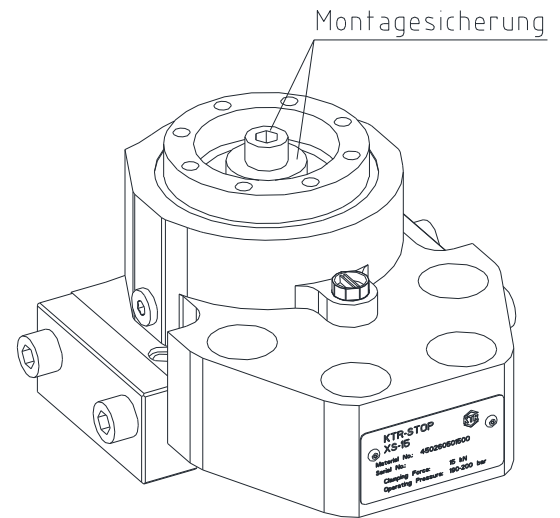

Bild 11: Montagesicherung
- Entfernen Sie beidseitig die Schraube mit Scheibe (Montagesicherung, siehe Bild 11) aus dem Bremskolben (Bauteil 1.5).
- Schrauben Sie beidseitig die Schraube mit Scheibe (Montagesicherung, siehe Bild 11) in den Bremskolben (Bauteil 1.5) ein.
- Schrauben Sie beidseitig die Schraube mit Scheibe (Montagesicherung, siehe Bild 11) handfest in die Einstellmutter (Bauteil 1.7) ein.
- Schrauben Sie beidseitig die Schraube mit Scheibe (Montagesicherung, siehe Bild 11) handfest in den Bremskolben (Bauteil 1.5) ein.